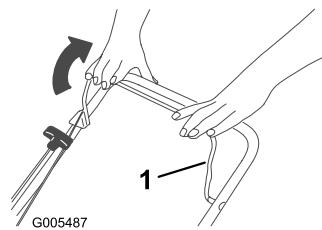

**Figure 15**
2. Insérez le boulon dans le trou de chaque support de sorte à régler le guidon à la hauteur voulue (Figure 15).